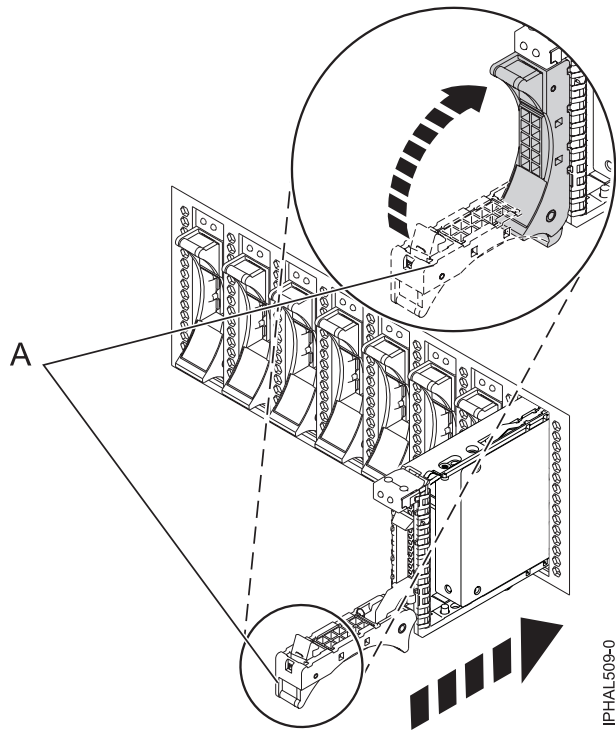
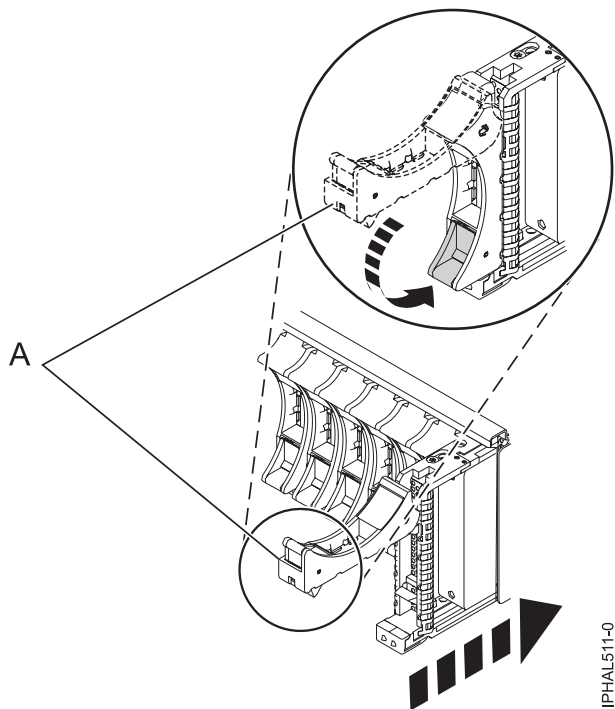

Figure 1. Installation de l'unité de disque dans l'unité centrale
Figure 2. Installation de l'unité de disque dans l'unité d'extension 58/03
7. Lorsque le voyant d'identification s'allume et reste fixe, faites glisser complètement l'unité dans l'unité centrale ou l'unité d'extension, et poussez complètement la poignée de l'unité jusqu'à ce qu'elle se verrouille. Voir la figure 1 pour l'illustration de l'installation d'une unité dans le système et la figure 2, à la page 8 pour l'illustration de l'installation d'une unité dans l'unité d'extension 58/03.